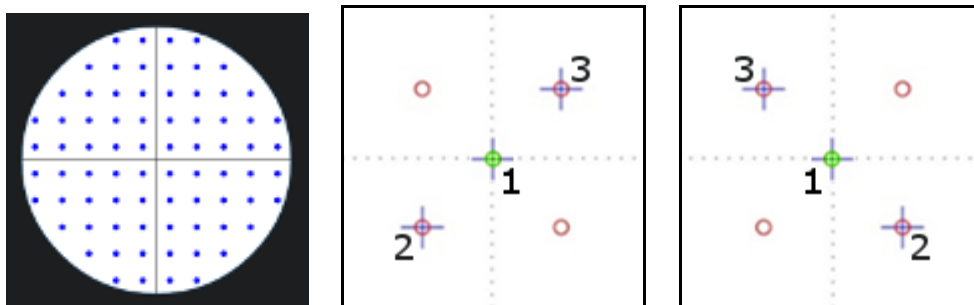

Fig. 23 - Ubicaciones de prueba de cuadrícula "30-2" (izquierda) y posiciones de destino de fijación utilizadas para OD (centro) y OS (derecha)
- Los pasos 1 a 6 se llevan a cabo como se describió anteriormente, con la imagen IR y la prueba foveal con un objetivo de fijación en la posición central con respecto al campo (ver Fig. 23, posición 1);
- El paso 7 se divide en dos partes: al final de la prueba foveal, el objetivo de fijación cambia de la posición central a una posición acerca de  $4^\circ$  del centro en dirección nasal inferior (ver Fig. 23, posición 2). Permita que el paciente localice el objetivo de fijación y comience a fijarlo antes de hacer clic en la flecha para continuar;
- Después, el objetivo de fijación cambia a una posición acerca de  $4^\circ$  del centro en dirección temporal superior (ver Fig. 23, posición 3). Permita que el paciente localice el objetivo de fijación y comience a fijarlo antes de hacer clic en la flecha para continuar; luego se miden las 38 ubicaciones restantes;